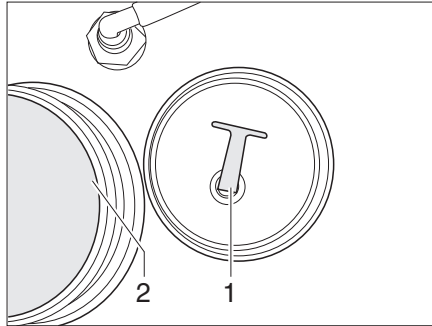

Fig. 150 Depósito de agua
- Desenroscar la tapa de cierre (Fig. 150,2) del depósito de agua.
- Extraer el tapón de cierre (Fig. 150,1) del orificio de salida. Se vacía el agua.